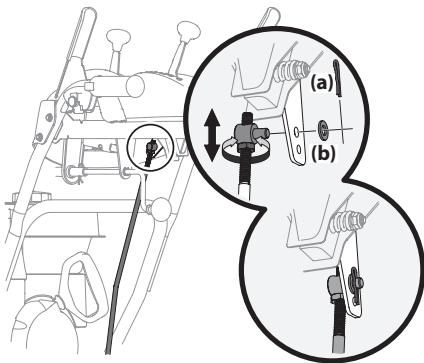

Figura 2-59
- Extraiga el pasador de chaveta (a) y la arandela (b) de la férula de ajuste de la varilla de cambios y extrágala de la palanca de cambios. Consulte la Figura 2-59.
- Gire la férula hacia arriba o hacia abajo en la varilla de cambios según sea necesario hasta que quede alineada con el orificio superior de la palanca de cambios. Consulte el recuadro de la Figura 2-59 inset.